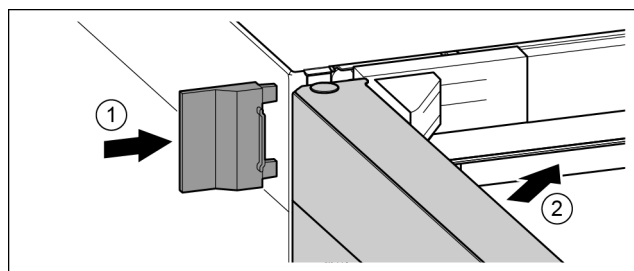

Fig. 24
- ▶ Vnější kryt nasuňte. Fig. 24 (1)
- ▶ Zavřete horní dveře. Fig. 24 (2)